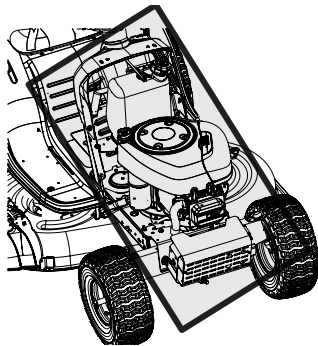

Figura 19
- Limpie debajo del capó, incluyendo el colector de escape, alrededor de los fusibles, todo el cableado y mazos de cables, tubo del silenciador, protector del silenciador, filtros de admisión del motor y aletas de refrigeración, etc. Consulte la Figura 19.